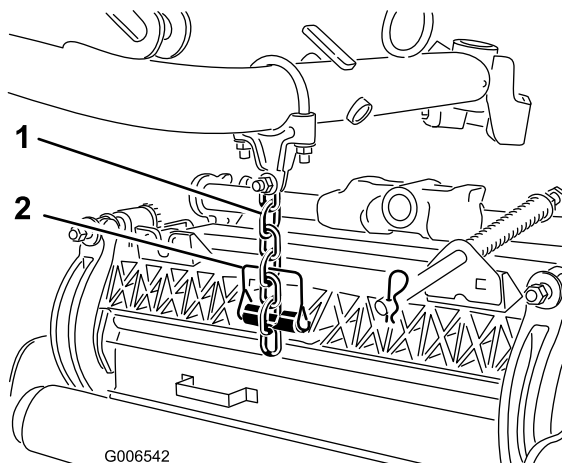

**Figure 13**
1. Montez une rondelle de butée sur l'axe horizontal du pivot comme illustré à la Figure 13.
2. Insérez l'axe horizontal du pivot dans le tube de montage du bâti porteur (Figure 13).
3. Fixez le pivot au bâti porteur avec une rondelle de butée, une rondelle plate et une vis à embase (Figure 13).
4. Insérez une rondelle de butée sur l'axe vertical du pivot (Figure 13).
5. S'il a été déposé, insérez l'axe vertical du pivot dans le moyeu de pivot du bras de relevage (Figure 13). Guidez le pivot en position, entre les deux amortisseurs de centrage en caoutchouc, dans le dessous de la plaque de direction du bras de relevage.
6. Insérez la goupille à anneau dans le trou transversal de l'axe de pivot (Figure 13).
**Remarque:** Si une position de plateau de coupe fixe est requise, insérez la goupille de blocage de direction dans le trou de fixation du pivot (Figure 13).
11. Accrochez le ressort autour du bas de la goupille de blocage de direction (Figure 13).